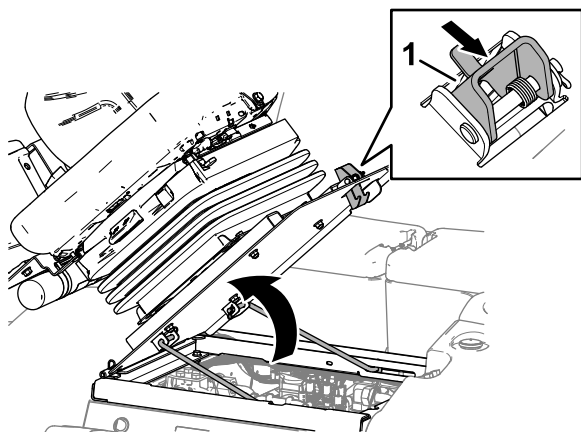

Figura 62
1. Mueva el enganche del asiento hacia fuera (Figura 62).